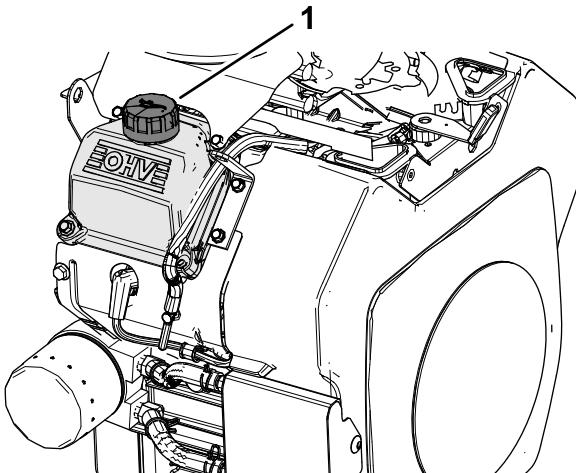

Figure 32
6. Versez lentement environ 80 % de l'huile spécifiée dans le goulot de remplissage (Figure 32) du couvre-culasse; voir Spécifications de l'huile moteur \(page 29\).